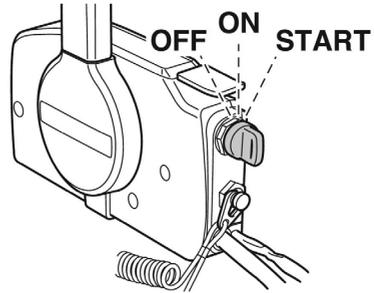

Рис. 24 Положения ключа зажигания
Система зажигания управляется ключом зажигания. Положения ключа зажигания показаны на Рис. 24.
- Переведите ключ зажигания в положение ON (Рис. 24).
1. Переведите ключ зажигания в положение OFF (Рис. 24). Двигатель должен остановиться.